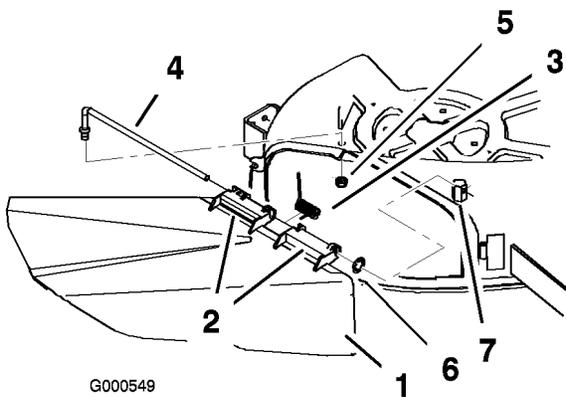

Figura 50
1. Localice los elementos mostrados en la Figura 50.
2. Retire la tuerca (3/8 pulg.) de la varilla (debajo del cortacésped) (Figura 50).
3. Deslice la varilla para retirarla del espaciador corto, de la arandela de freno interna, del muelle y del deflector de hierba (Figura 50). Retire el deflector de hierba dañado o desgastado.
- Cambie el deflector de hierba y la arandela de freno interna (Figura 50).
- Coloque el muelle sobre la varilla, con los extremos de los alambres hacia abajo, y entre los soportes del deflector de hierba. Deslice la varilla por el segundo soporte del deflector de hierba y por la arandela de freno interna (Figura 50).
- Introduzca la varilla, en la parte delantera del deflector de hierba, por el espaciador corto de la plataforma. Fije el extremo trasero de la varilla en el cortacésped con una tuerca (3/8 pulg.) (Figura 50).